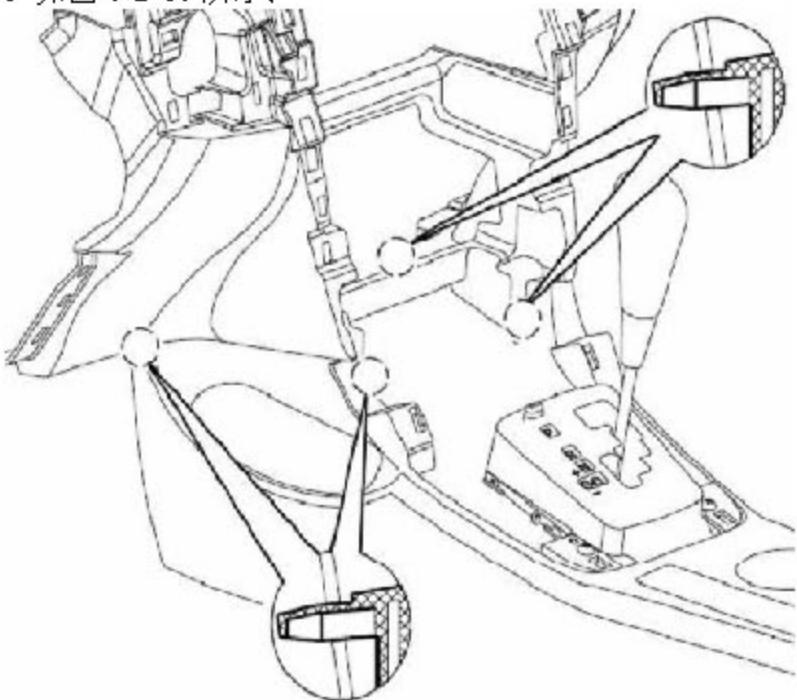

图 6-2-10 副仪表板本体的拆卸(1)
- 1). 慢慢将副仪表板本体总成向车后方向移动适当距离，使副仪表板前端与仪表板配合处松开。如图 6-2-10 所示：